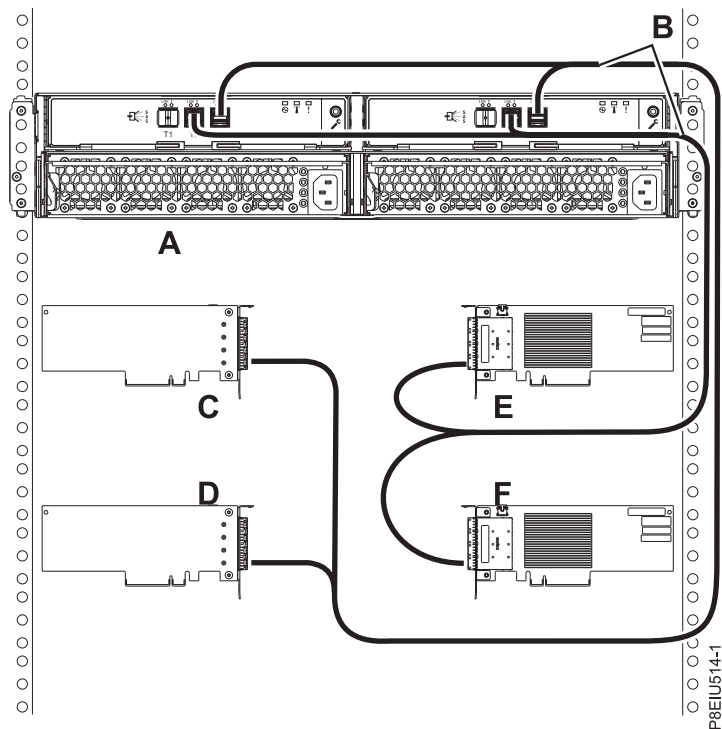

Рисунок 19. Подключение Блок памяти ESLL или ESLS к четырем независимым адаптерам SAS FC EJ0J или FC EJ0M с помощью кабелей X12, режим 4
19. Подключите один корпус (A) с помощью кабелей X12 (B) к четырем независимым адаптерам SAS FC EJ0J или FC EJ0M в режиме 4 (см. рис. 19 на стр. 20). Затем перейдите к разделу “Подключение кабелей данных, кабелей питания и установка крышек” на стр. 21.